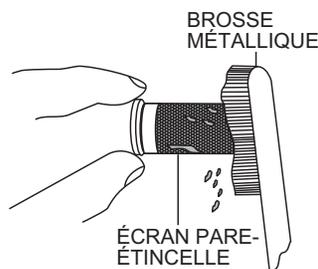

Figure 32. Nettoyage du pare-étincelle
4. Enlever soigneusement les dépôts de carbone qui sont sur l'écran pare-étincelle (Figure 32) avec une brosse métallique.